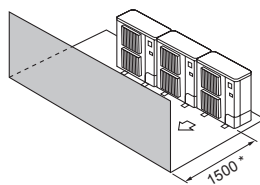

Fig. 2-15
- ③ Obstáculos apenas na parte da frente (Fig. 2-15)